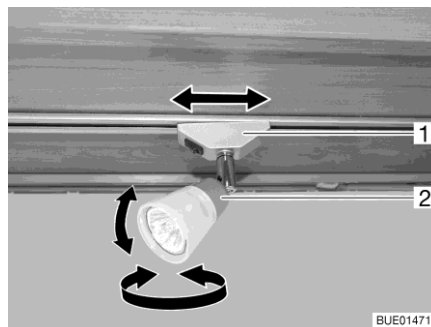

Bild 32 Spotleuchte
- Gehäuse (Bild 32,2) der Spotleuchte in gewünschte Richtung drehen. Das Gehäuse kann in folgende Richtungen gedreht werden:
- Halterung (Bild 32,1) um ca. 45° drehen.
- Halterung (Bild 32,1) um 90° drehen.